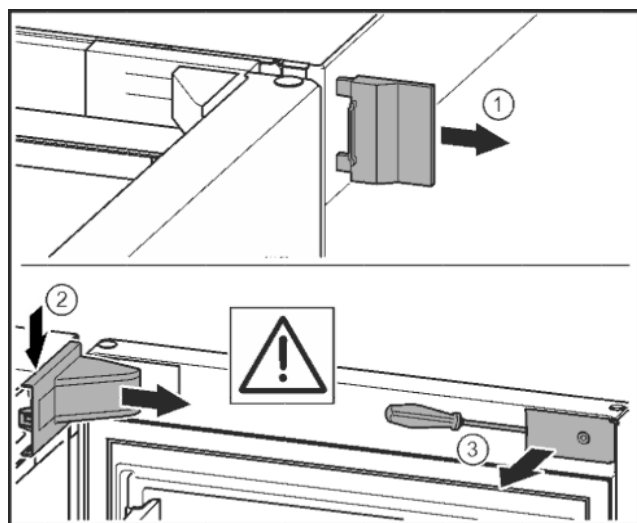

Fig. 10*
- Retirer le cache extérieur. Fig. 10 (1)*
- Détacher et libérer le cache du support de palier. Retirer le cache du support de palier. Fig. 10 (2)*
- Dégager le cache avec le tournevis et l'incliner sur le côté. Fig. 10 (3)*